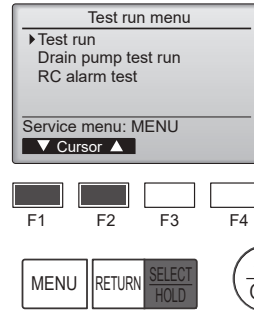

Fig. 7-4
- ④ Seleccione "Test run" (Modo prueba) con el botón [F1] o [F2], y pulse el botón [SELECT/HOLD] (SELECCIONAR/MANTENER). (Fig. 7-4)